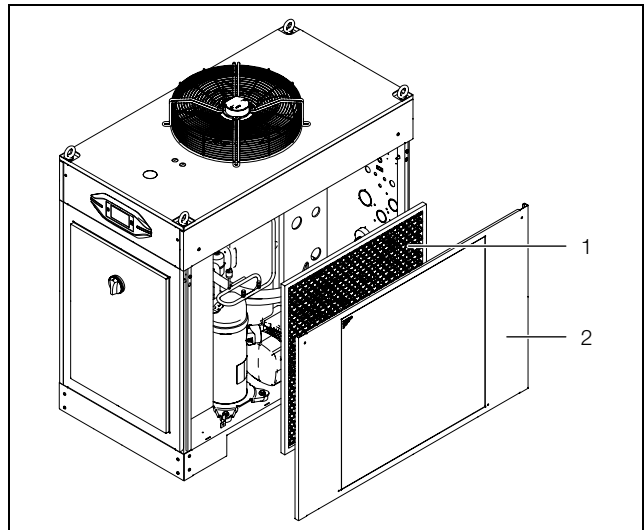

Abb. 20: Seitenwand demontieren
- Demontieren Sie die Seitenwand (Abb. 20, Pos. 2) des Chillers und stellen oder legen Sie sie sicher ab.
- Setzen Sie den Metallfilter (Abb. 20, Pos. 1) innen in der Seitenwand in den dafür vorgesehenen Rahmen ein und befestigen Sie ihn.